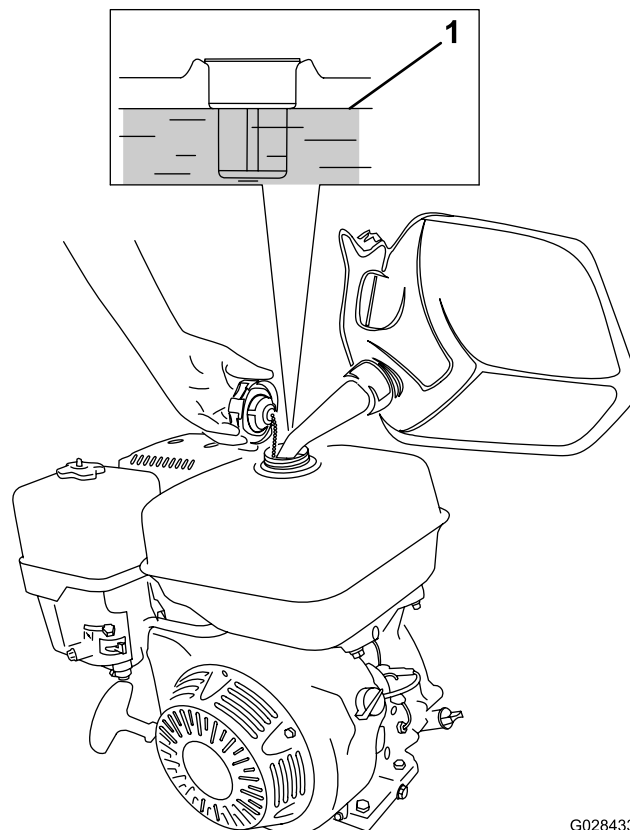

Bild 16
1. Reinigen Sie den Bereich um den Tankdeckel und nehmen den Deckel ab (Bild 16).